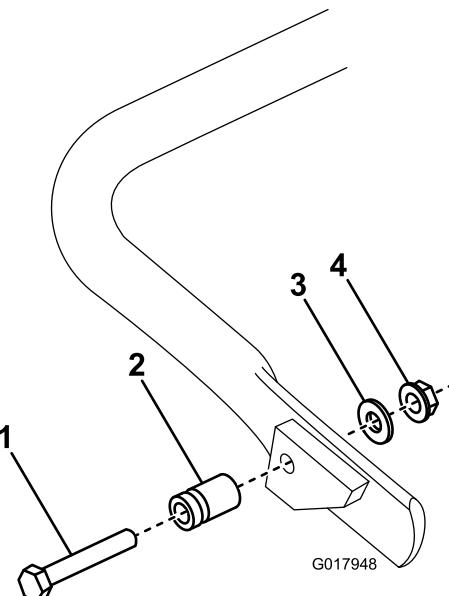

図 6
1. グリーンズマスター 1600 では、キックスタンドの右側に（図 6）、スプリングスタッドを接続する；付属部品の中にあるボルト、ワッシャ、フランジヘッドナットを使用する。